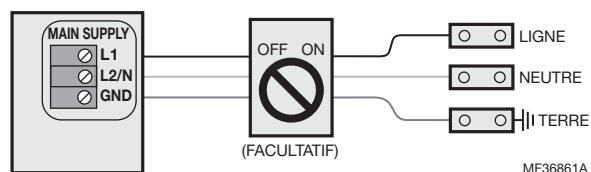

Fig. 21. Raccordement de l'alimentation principale de 120 V c.a. (1 phase)
1. Installez une boîte d'interrupteur locale entre l'humidificateur et le coupe-circuit comme représenté sur les figures 21 et 22 (facultatif).